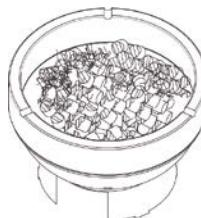

Figure 13
**ÉTAPE 1** Le gril Kamado est facile à allumer. Localisez la grille de feu à l'intérieur du foyer tel qu'ilustré Figure 13. Ajoutez assez de charbon, en commençant juste sous les trous dans la paroi du foyer, avec le sommet du monticule de charbon juste sous le bord supérieur de l'anneau à feu. (Voir figure 13). Pour ajouter du charbon, veuillez suivre les instructions importantes ci-dessous.